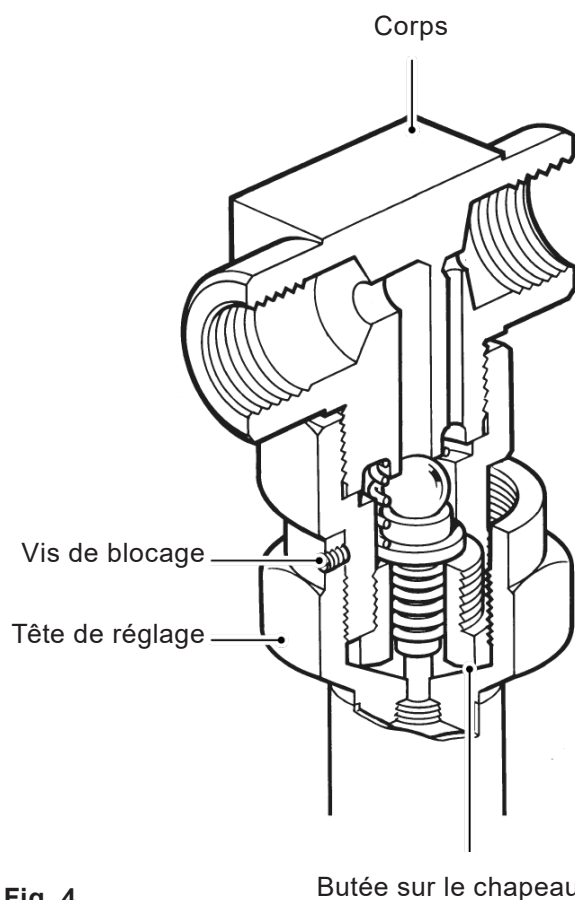

Fig. 4
4.3 En se référant à la Fig. 4, visser la tête de réglage dans le sens des aiguilles d'une montre jusqu'à ce qu'elle soit en butée sur le chapeau.